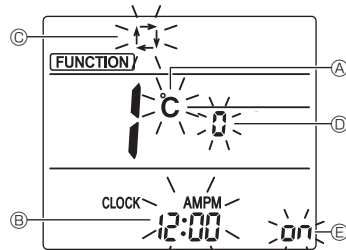

Fig. 7-10
- Відобразиться екран налаштування дисплея. (Fig. 7-10)